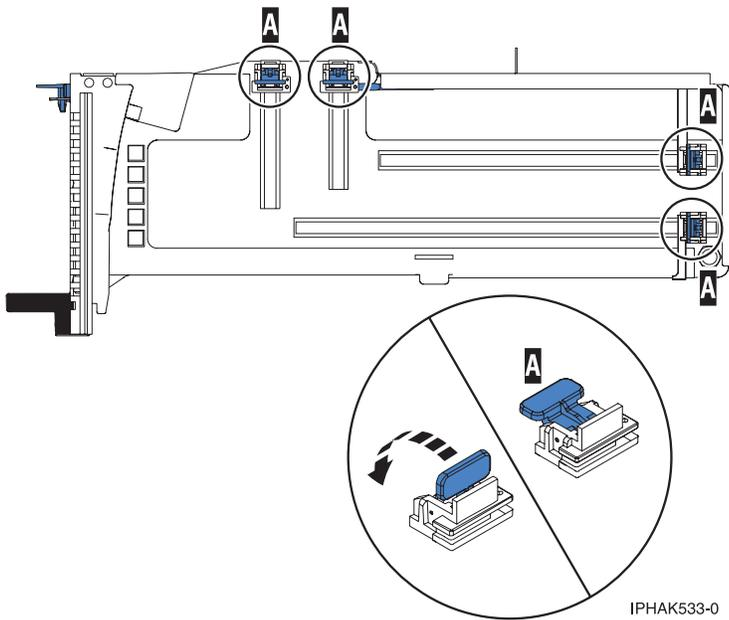

Figure 39. Crochets de retenue
- b. Vérifiez que tous les crochets de retenue de carte **(A)** sont repoussés vers les bords de la cassette pour permettre l'installation de la carte. Voir figure 39, à la page 54.